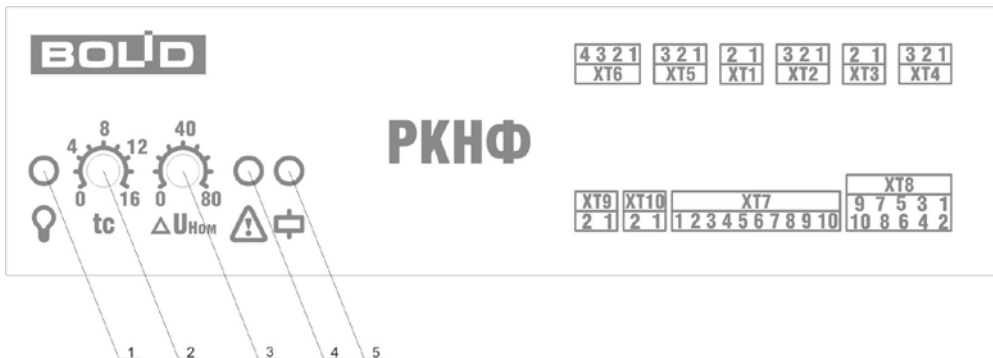

Рисунок 3. Лицевая панель РКНФ
- Максимально допустимое отклонение напряжения выставляется потенциометром 2 (см. рис. 3). $\Delta U_{\text{ном}}$ определяет одновременно верхний и нижний пороги срабатывания. Таким образом, входное напряжение будет считаться допустимым в диапазоне от $(220 - \Delta U_{\text{ном}})$ В до $(220 + \Delta U_{\text{ном}})$ В. $\Delta U_{\text{ном}}$ может принимать значения от 0 В (крайнее левое положение потенциометра) до 80 В (крайнее правое положение потенциометра).
- Время интегрирования неисправности (время задержки срабатывания) выставляется регулятором 3 (см. рис. 3). t_c определяет время накопления неисправности (восстановления) и может принимать значения от 0 с (крайнее левое положение потенциометра) до 16 с (крайнее правое положение потенциометра).